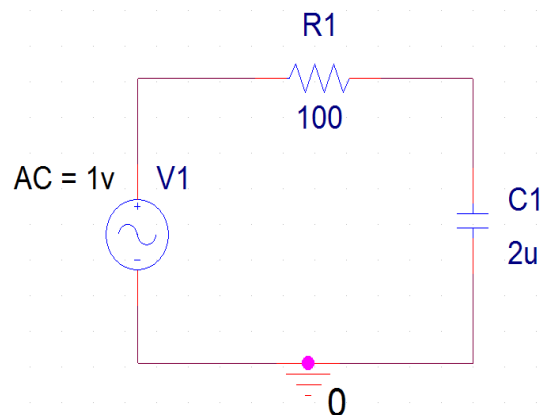

Рисунок 3.1 – Схема послідовного з'єднання резистора і конденсатора
1. Зберіть схему за допомогою редактора проектування *OrCAD Capture*. Як джерело напруги виберіть *VSIN (Transient Sine Voltage Source)* з бібліотеки *source.olb*. Атрибути джерела напруги ви задасте дещо пізніше. Кінцева схема (без зміни змінної напруги $AC=IV$) повинна виглядати так, як це показано на рис. 3.1.
3. Тепер необхідно викликати на екран редактора *OrCAD Capture* індикатор характеристик джерела напруги, тобто зробити так, щоб атрибут *AC=1V* відображався безпосередньо на кресленні схеми (див. рис. 3.1). Якщо ви досягли бажаного результату, тоді збережіть свою схему в теці *D:\RT16\Lab02* під ім'ям *Prizvushe_RC_AC.sch*.
1. Завантажте схему послідовного з'єднання резистора і конденсатора, зображену на рис. 3.1, яку ви зберегли в теці *D:\RT16\Lab02* під ім'ям *Prizvushe_RC_AC.sch*. Якщо на схемі присутні символи *VPRINT* та *IPRINT*, видаліть їх.